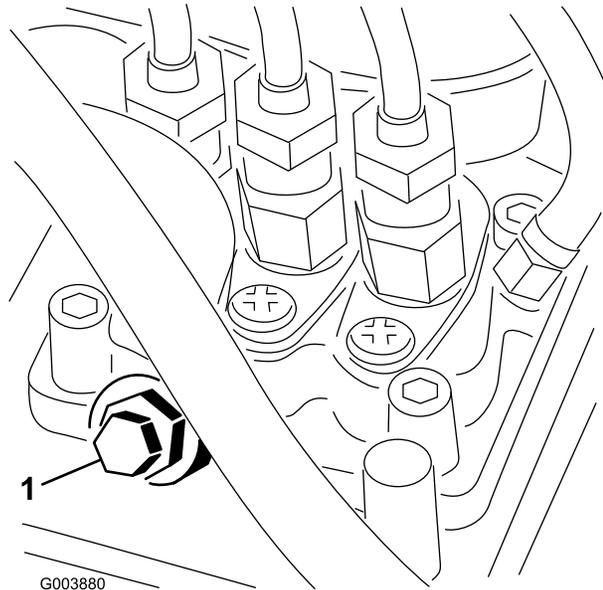

図 31
3. 燃料噴射ポンプ（図 31）についているエア抜きネジを、12 mmのレンチを使って開く。